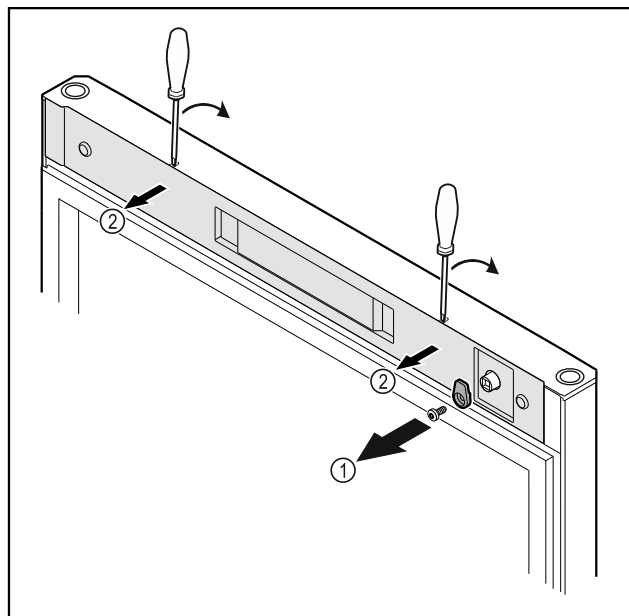

Fig. 20
- Desatornillar el gancho de cierre Fig. 20 (1).
- Desencajar la cubierta Fig. 20 (2) con un destornillador pequeño y retirarla.